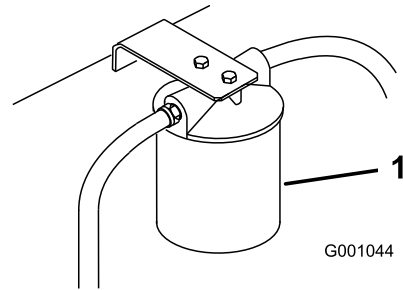

Figura 71
3. Coloque un recipiente bajo el filtro, retire el filtro usado y limpie con un paño la superficie de la junta del adaptador del filtro (Figura 71).